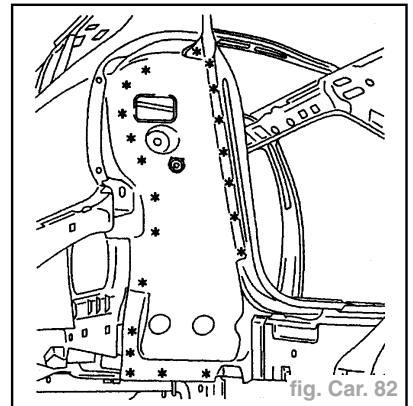

fig. Car. 82
- Dégraffer les points à l'aide d'une fraise de  $\varnothing = 8 \text{ mm}$  (fig. Car. 82).